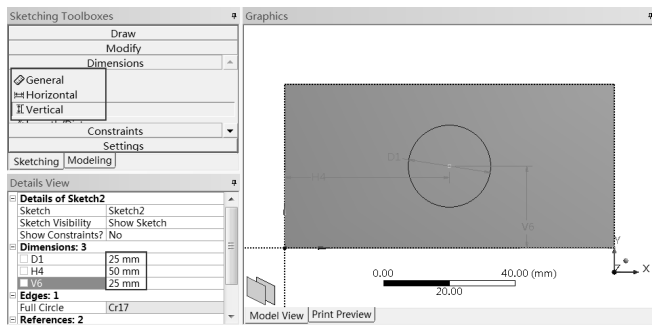

图 3-83 尺寸标注
Step12：选择 Dimensions General 命令，如图 3-83 所示，在绘图区域标注圆心到左端的距离 L3、圆心到底边的距离 L2 及圆形的直径 D1。